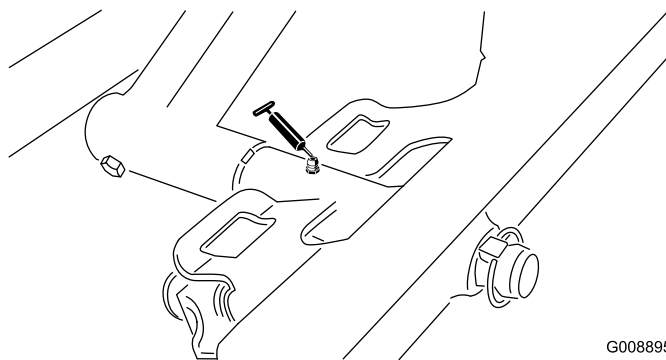

Figura 29
- Pivote de la unidad de corte delantera (Figura 29)